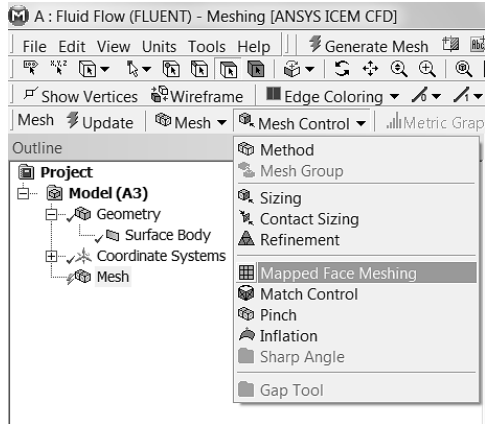

Рис. 1.20
- 4) Далее применяют стиль Mapped Face Meshing. Чтобы включить этот стиль выполняют последовательность Mesh Control → Mapped Face Meshing, рис. 1.20.